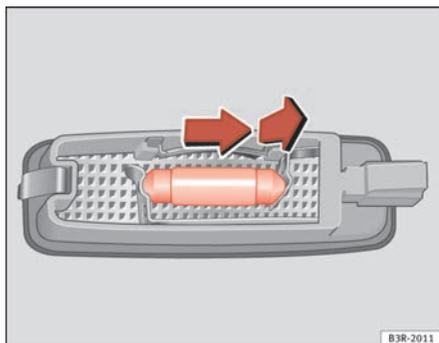

Fig. 224 Démontage de l'éclairage du pare-soleil
- Retirez la lampe en la bougeant dans le sens de la flèche et vers l'extérieur ⇒ fig. 224. ■